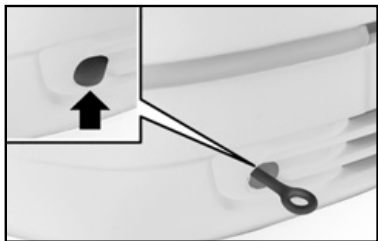

fig. 47
- 2) Remover a tampa situada no pára-choque dianteiro **fig. 47**, fazendo pressão com uma chave de fenda no ponto indicado pela seta.
- 3) Roscar a fundo o gancho no pino de rosca dianteiro **fig. 47**.